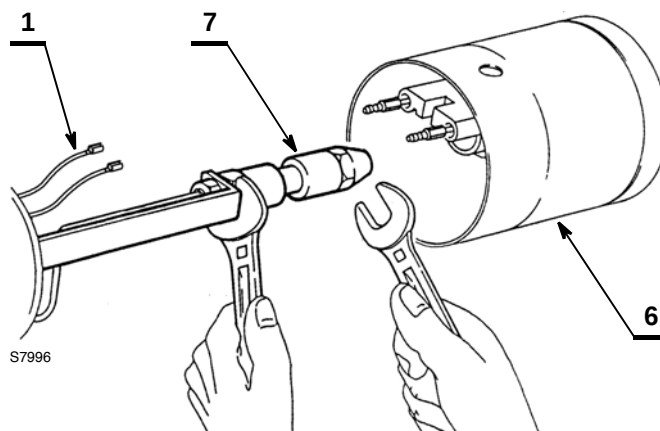

Fig. 22
- Remplacer le gicleur 7) (Fig. 22) en tenant le porte gicleur à l'aide d'une clé.